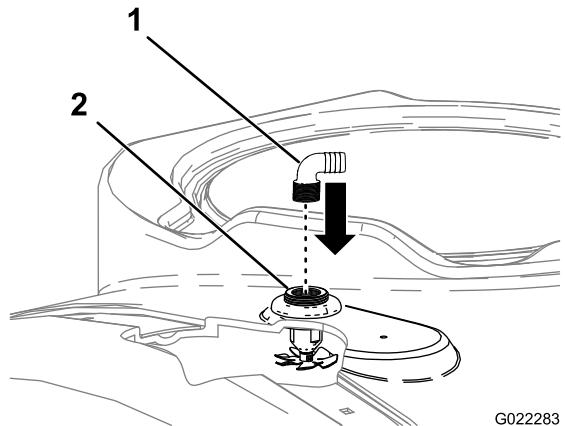

Bild 6
4. Schrauben Sie die zwei Spüldüsen-Schlauchzahnungen in die Gewindeöffnungen der Spüldüsenschotts ein (Bild 6).